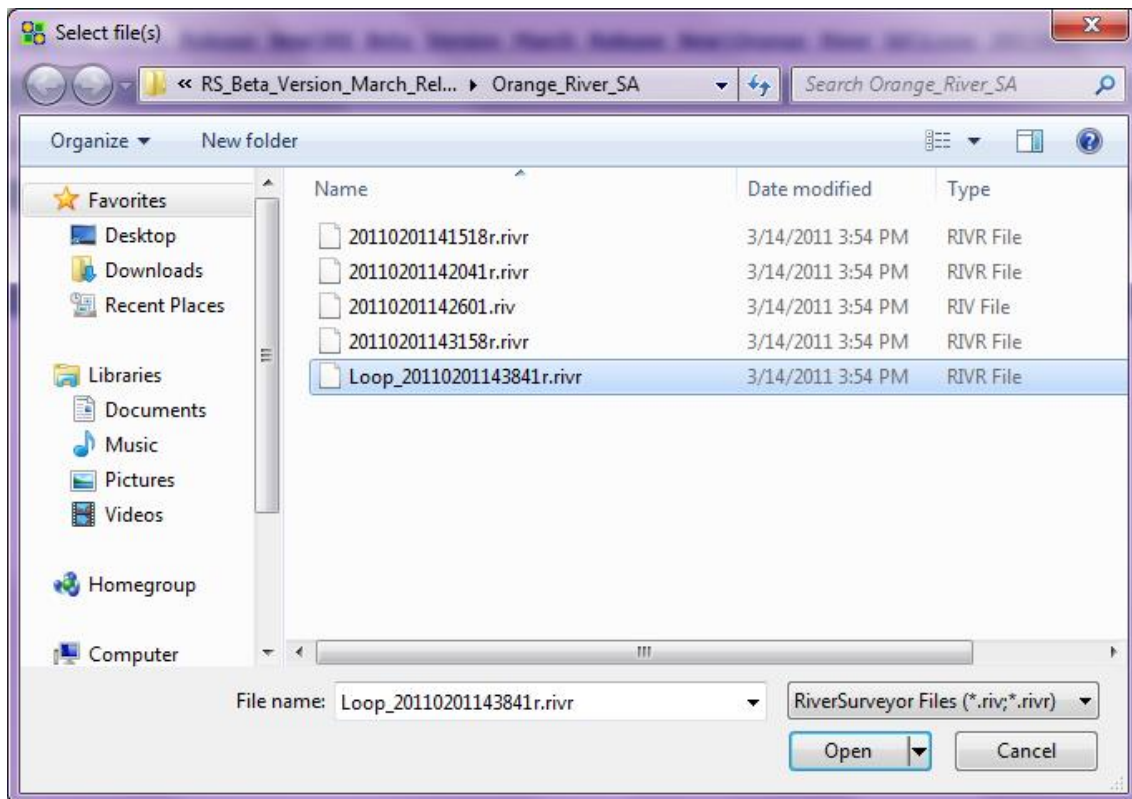

Figura 106. Archivo de Corrección del Método de doble recorrido
3. Abra el archivo asociado del método de doble recorrido presionando el icono de **LC** situado en la barra de herramientas superior. Seleccione el archivo apropiado asociado con las mediciones de gasto regular a procesar. Para los datos recopilados usando el *firmware v1.50* o más reciente, el nombre del archivo del método de doble recorrido comenzará con la palabra **%loop\_+** como se muestra en la *figura 106*. En las mediciones hechas con este método, pero en versiones del firmware anteriores, el nombre de archivo comenzará con el mismo formato que las mediciones simples. Debe señalarse, que ésta es la única manera en que se puede cargar un archivo con este método.